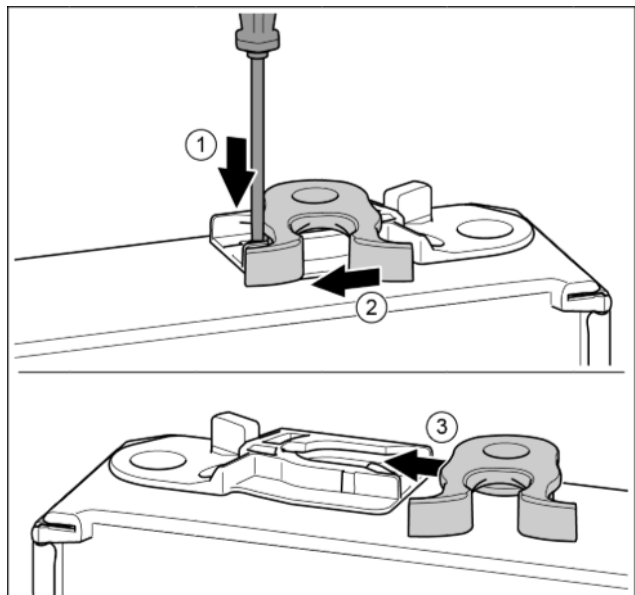

Fig. 13
- ▶ Lasche mit Schlitzschraubendreher nach unten drücken. Fig. 13 (1)
- ▶ Schließhaken aus Führung ziehen. Fig. 13 (2)
- ▶ Schließhaken auf anderer Seite in Führung schieben. Fig. 13 (3)